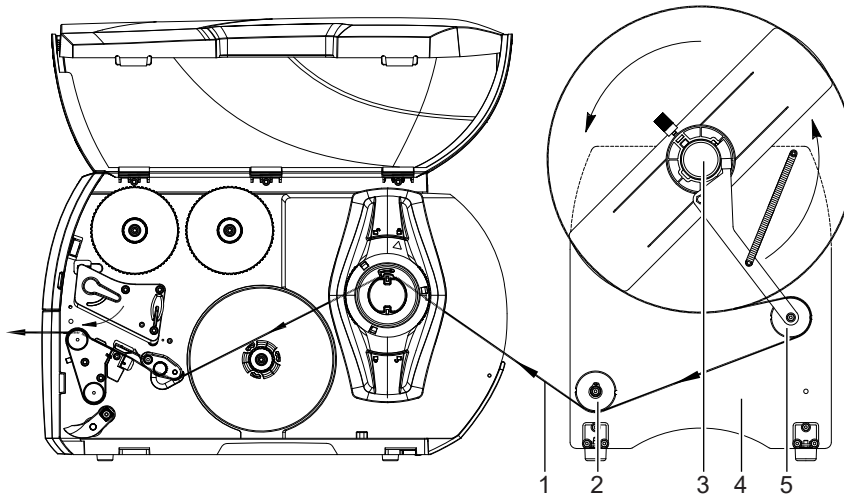
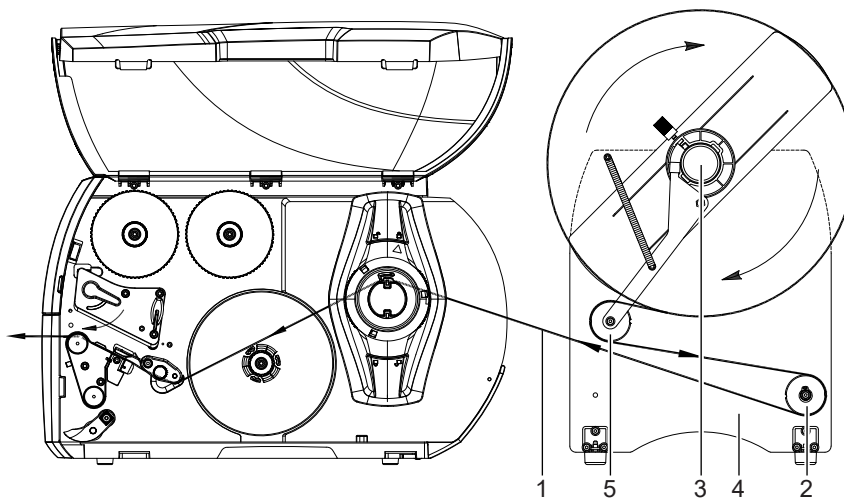

Figure 5 Déroulement de rouleaux avec étiquettes à enroulement extérieur
Figure 6 Déroulement de rouleaux avec étiquettes à enroulement intérieur
- Mettre en place le châssis (4) de l'enrouleur externe selon la matière utilisée comme indiqué sur la Figure 5 ou la Figure 6.